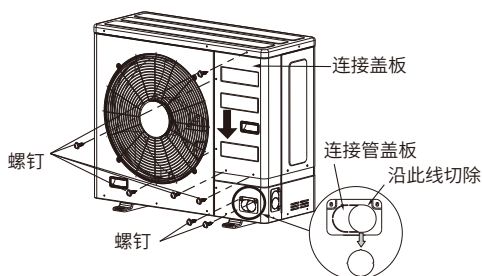
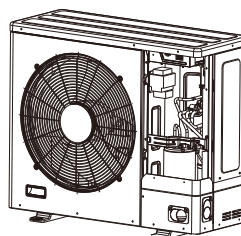

图30-1
图30-2
(3) 连接盖板的拆卸(RAM-GH112N4HBPC适用)
- 由于本室外机的截止阀在机器的内部，所以安装室内机连接管时必须将连接盖板拆下。如图30-1，拆下固定“连接盖板”的5处螺钉，将“连接盖板”向下再向外拆除。
- 根据室内机连接管安装方向，从本室外机正面或右面拆下相应的“连接管盖板”；图30-1。
- 将固定连接管盖板的2处螺钉拆除，再将连接管盖板的中间部分切除，如图30-1。之后将连接盖板再安装到机器上。(如图30-2)